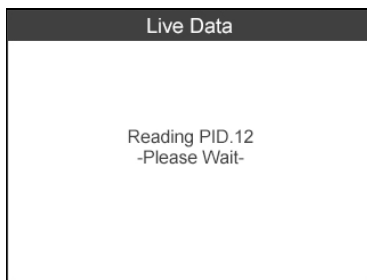

Abbildung 6.8
- 2) Warten Sie einige Sekunden, während das Scan-Tool die PID MAP validiert. (Abbildung 6.8)